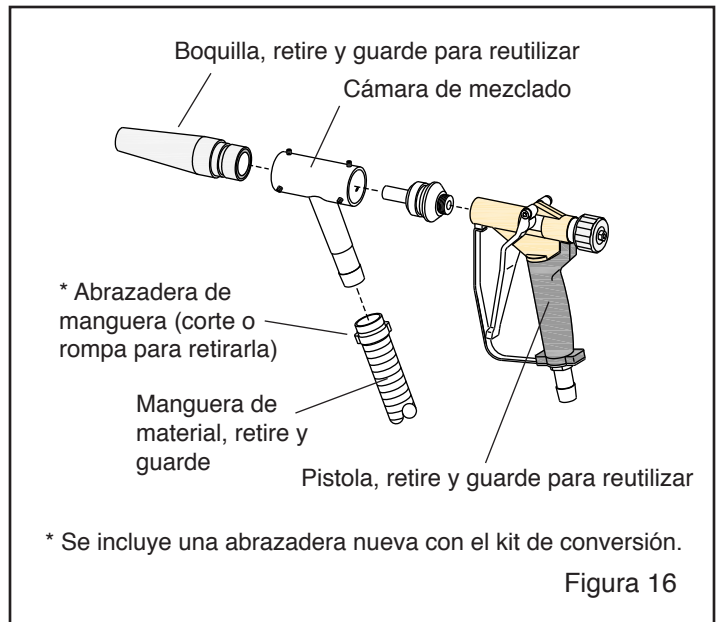

Figura 16
7.2 Retire los Componentes de Chorreado Seco presentes en la Pistola Potente de Succión Figura 16.